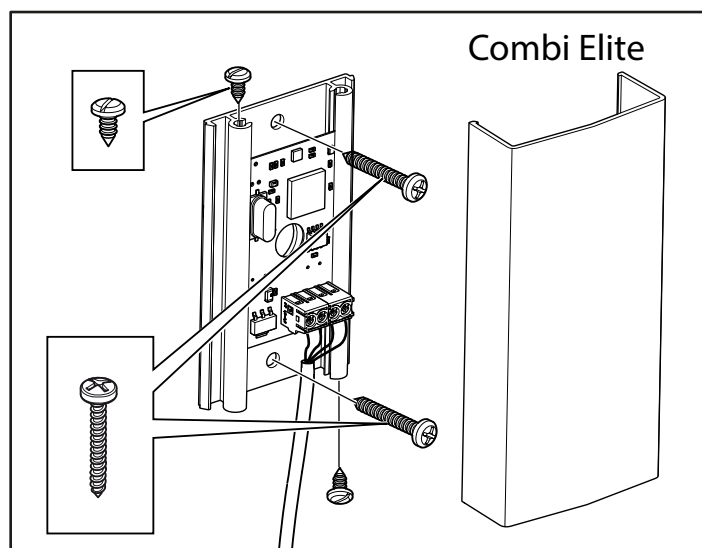
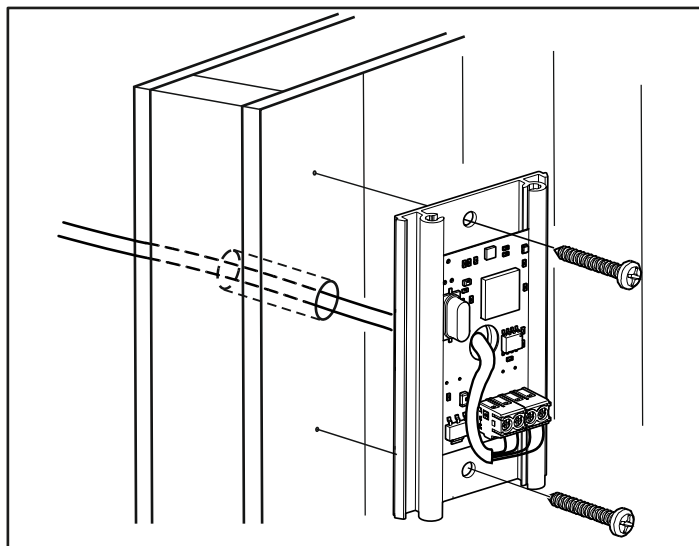

Fig 16: Montering av sensorn, Kabeln inne i bastun måste vara värmebeständig. Anslut sensorns kabel (se Fig 19).
Fig 17 : Ledningsdragnig genom vägg.
14. Montera sensorn på väggen se Fig 16. Termistorledningen kan även dras igenom väggen. Tät eventuella hål i väggen bakom sensorn, se Fig 17. Termistorledningen kan förlängas utanför bastun med svagströmsledning (4-ledare).